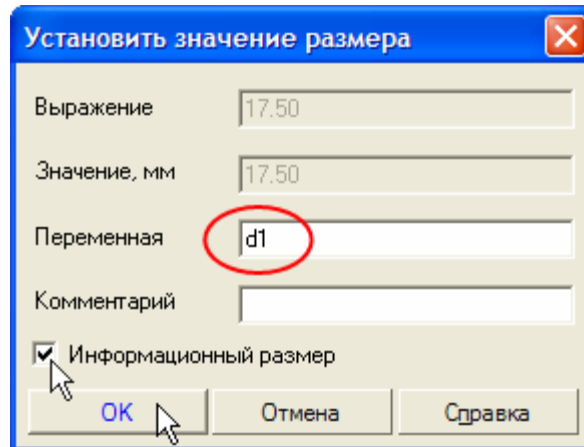

Рисунок 64.
- В поле Переменная диалогового окна Установить значение размера введите имя переменной $d1$, включите опцию Информационный размер и нажмите кнопку ОК (рис. 64).